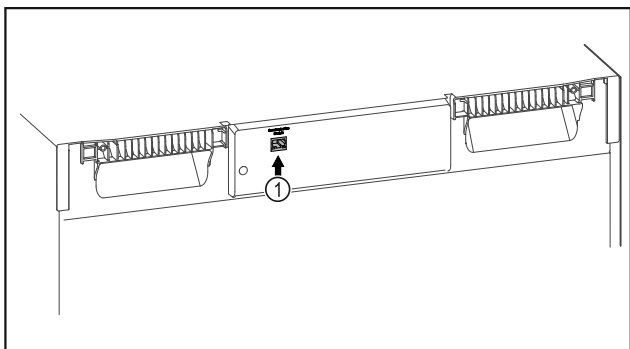

Fig. 101
- SmartModule Fig. 101 (1) inserito.